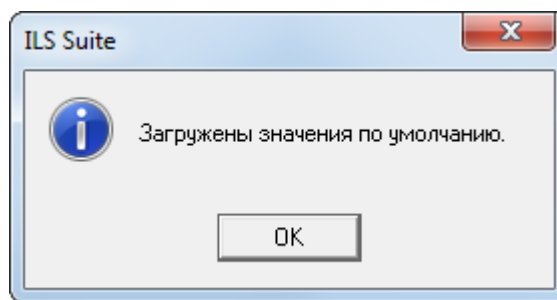

Рис. 29-4 – Информационное окно
6) По окончании загрузки открывается информационное окно, приведенное на рис. 29-4.